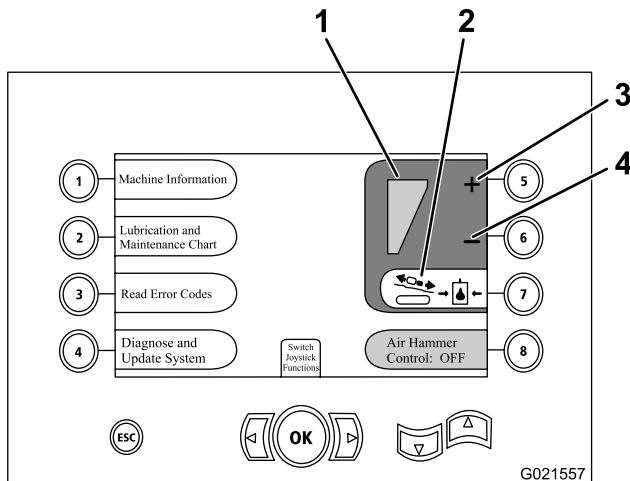

Bild 70
1. Drücken Sie Taste 7 auf dem Bildschirm, um den Wagendruck einzuschalten (grün), siehe Bild 70.